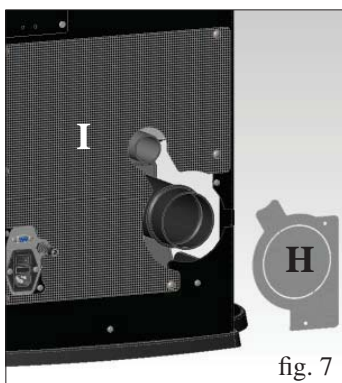

fig. 7
- Smontare i fianchi in vetro (H - fig. 7) rimuovendo le protezioni
- Rimuovere il top in vetro in appoggio (H - fig. 7).
- Asportare il fianco in acciaio, fissato sulla struttura della stufa mediante 2 viti (X - fig. 7) da rimuovere, sfilandolo verso l'alto (I - fig. 8)
- Togliere il diaframma (H - fig. 7) e in caso di necessità anche il retro inferiore forato (I - fig. 7).